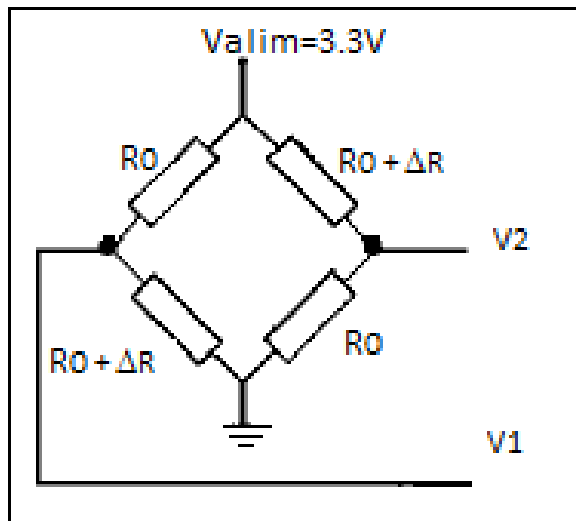

Figure 4: schéma électrique du pont de Wheatstone à 2 jauges de contraintes $R_0 + \Delta R$
-Le pont de Wheastone est issu d'une balance de cuisine commercialisée sous la marque « Terrailon quartz L » dont la photo est donnée ci-dessous et dont le schéma électrique est disponible en annexe sur la figure 4.